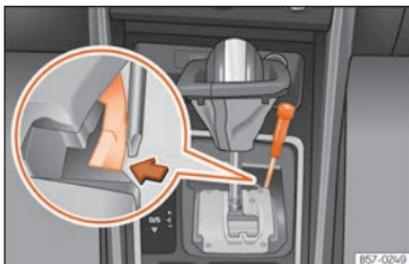

Fig. 144 Alavanca seletora: desbloqueio de emergência a partir da posição de estacionamento.
- Com a ajuda da parte plana de uma chave de fendas, pressione lateralmente a patilha amarela e mantenha-a pressionada » » Fig. 144.